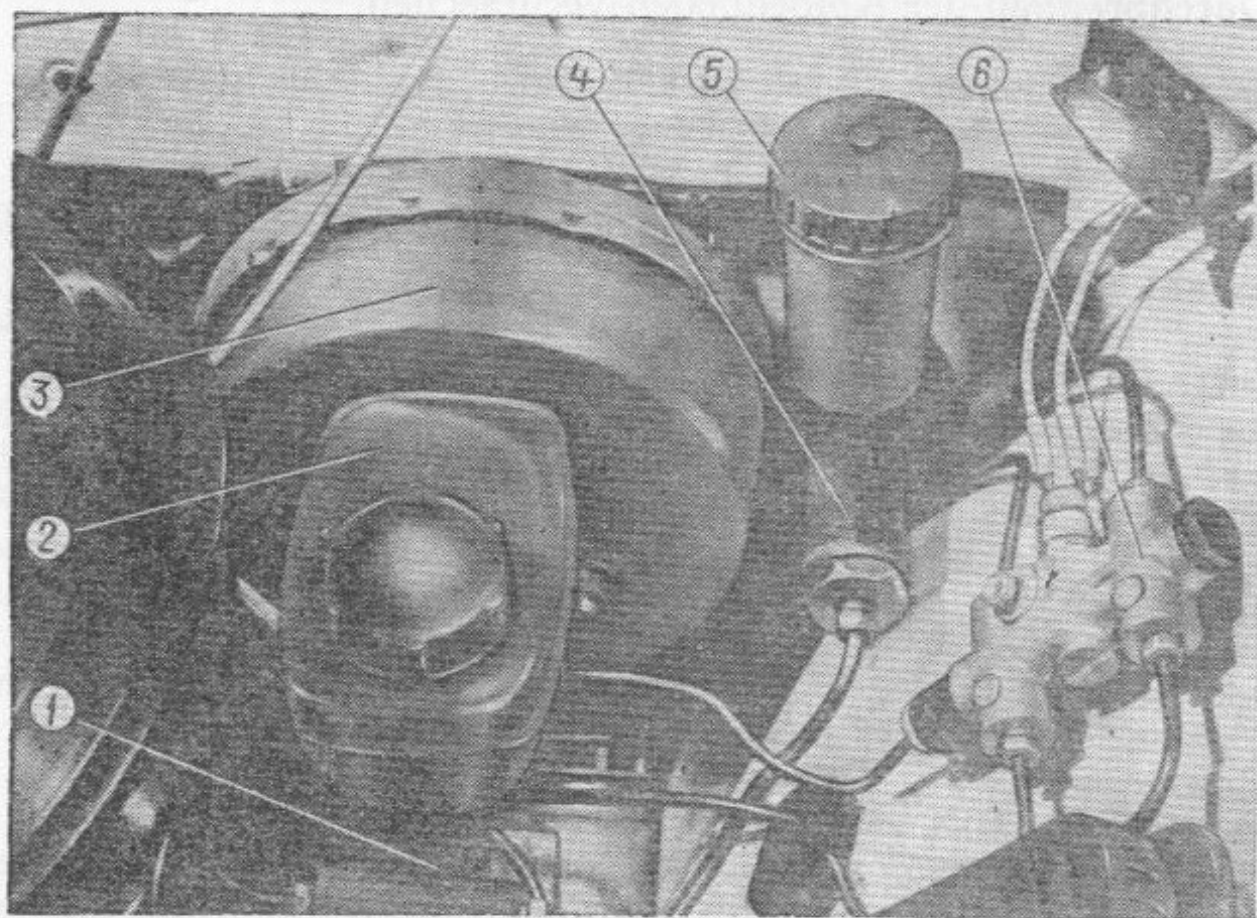

Bild 51. Anordnung der Hauptzylinder für hydraulische Betätigung der Kupplung und der Fußbremse im Raum unter der Motorhaube :
— im Behälter 5 (Bild 51) der hydraulischen Bremsbetätigung — 10—15 mm unter dem Rand des Einfüllstutzens ;
1. Behälter 5 (Bild 51) mit Bremsflüssigkeit so nachfüllen, wie oben beschrieben, und Kupplungspedal einige Mal niedertreten.
1. Behälter 2 (Bild 51) mit Bremsflüssigkeit bis zur Marke „max“ füllen und Bremspedal einige Mal niedertreten.